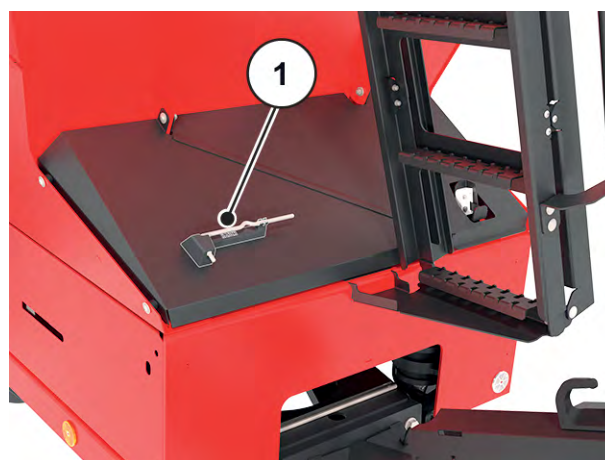

Fig. 37: Position du levier de réglage
- ▶ Replacer le levier de réglage dans le support prévu. Voir *Fig. 37 Position du levier de réglage*